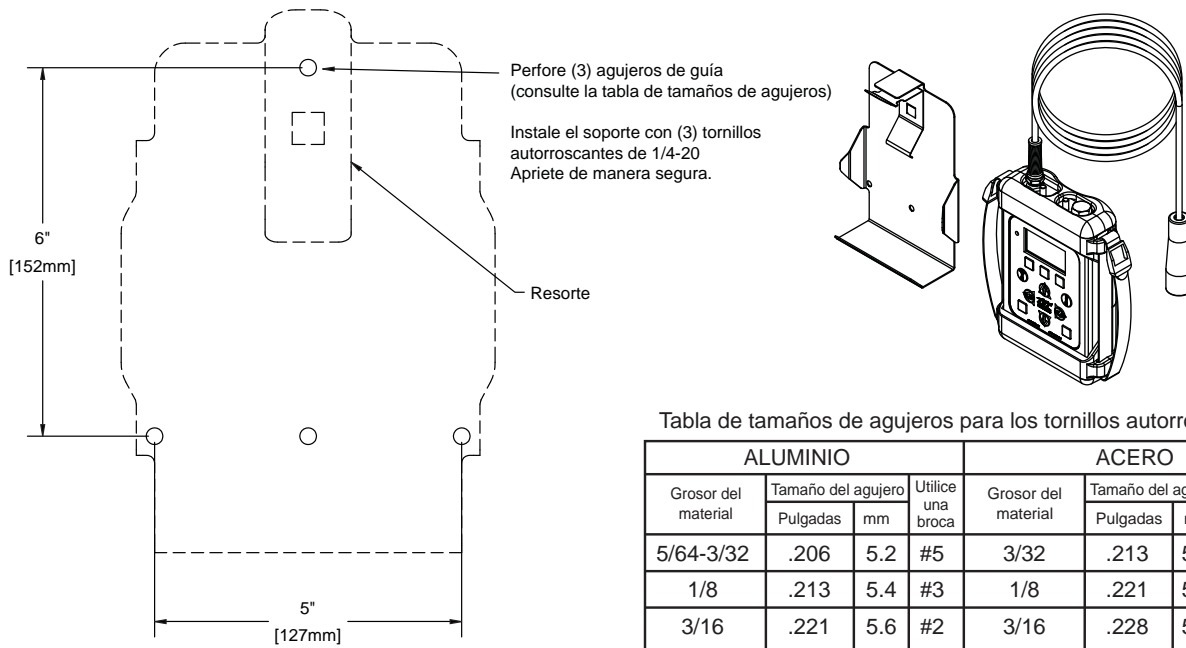

Figura 4.5.1
El soporte de almacenamiento de es suministrada con (3) tornillos autorizantes 1/4-20 de acero inoxidable. Asegúrese de que el material debajo del soporte es sustancial y suficientemente densas para mantener los tornillos autorizantes. Asegúrese de que el área en la parte posterior de la superficie de montaje esté libre de obstrucciones. Se recomienda un espesor mínimo de 3/32" (.093" - 2,4 mm) en aluminio y 5/64 (.078" - 2mm) en acero consulte la tabla en la figura 4.5.1 para determinar el tamaño del orificio piloto correcta. Es importante escoger la propia locación para el soporte de almacenamiento. El área requerido necesita ser 6.0" x 11,2" (152 mm x 285 mm). Consulte la figura 4.5.1 para dimensiones del agujero. Soporte puede utilizarse como una plantilla. Asegúrese de que el resorte está en posición.